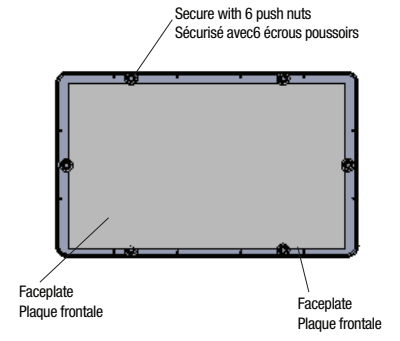

Fig. 3
8. Position the pictogram between the posts on the inside of the faceplate and secure with 6 push nuts. (Fig. 3).
9. Position the pictogram between the posts on the inside of the faceplate and secure with 6 push nuts (Fig. 3).
8. Positionnez le pictogramme entre les poteaux à l'intérieur de la façade et fixez avec 6 écrous poussoirs (Fig. 3).
9. Positionnez le pictogramme entre les poteaux à l'intérieur de la façade et fixez avec 6 écrous poussoirs (Fig. 3).